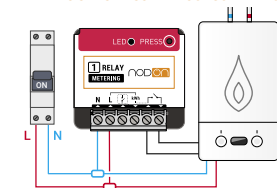

Figure 2
- Câblez le Module Multifonction avec mesure de la consommation Zigbee selon le schéma figure 2, en prenant soin de raccorder les 2 fils de pilotage du thermostat d'ambiance (voir notice de la chaudière).